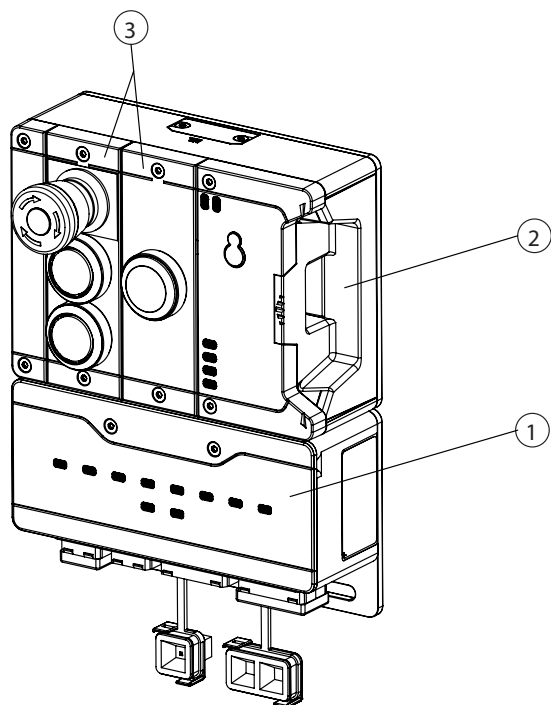

Fig. 1 : Exemple de système MGB2 Modular
Les modules peuvent être composés à leur tour de sous-modules. Fig. 1 montre une structure typique d'un système composé d'un module de bus MBM (1), d'un module d'interverrouillage MGB2-L... (2) et de ses sous-modules MSM (3). Un système complet peut se composer de jusqu'à 18 modules / sous-modules.